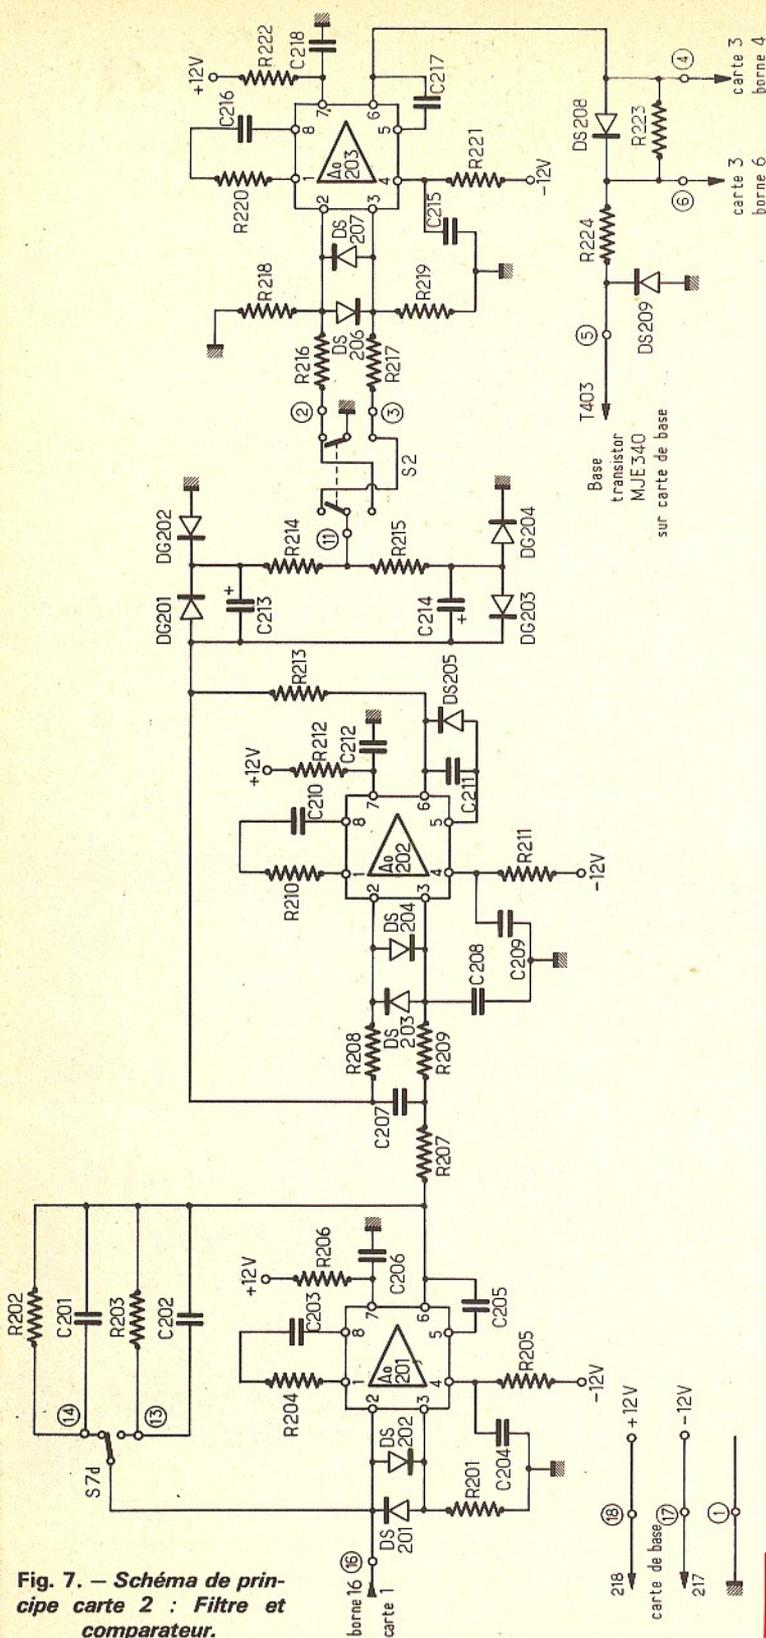

Fig. 7. — Schéma de principe carte 2 : Filtre et comparateur.
- Nomenclature figure 7 : carte 2, filtre et comparateur.